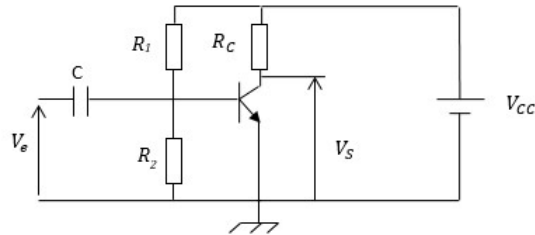

FIGURE 3.43
1. Soit le montage de la figure 3.43. On suppose que le condensateur C a une impédance nulle aux fréquences de travail.